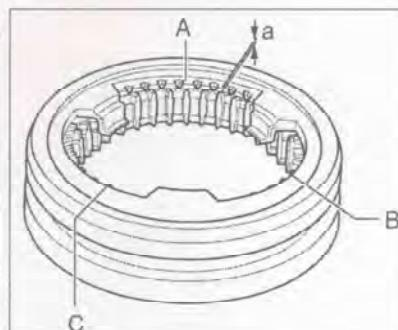

Рис. 7.84. Прижмите блокирующее кольцо к скользящей муфте синхронизатора и измерьте зазор **а** в трех местах (A, B и C).
10. Прижмите блокирующее кольцо к скользящей муфте синхронизатора и измерьте зазор **а** в трех местах (A, B и C) (рис. 7.84). Вычислите среднее значение и сравните его с номинальным. **Номинальное значение:** не более 0.5 мм.